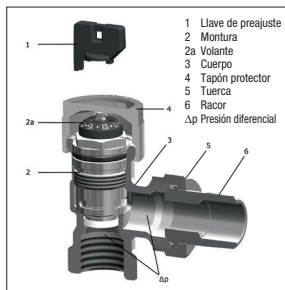
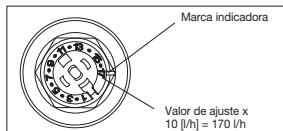

Fig. 2 Construcción de válvula termostática "AQ"
Fig. 3 Ajuste de la válvula termostática "AQ"
El caudal máx. puede ajustarse con la llave de preajuste (fig. 2, pos. 1) (ver 6.2.2)
Con un medidor de caudal conectado, se mide la presión diferencial en el cuerpo de la válvula. Para hacerlo, la montura (pos. 2, fig. 2) se desenrosca utilizando el "Demo-Bloc" y se mide la presión diferencial utilizando el eje de medición de presión diferencial. En cuanto la presión diferencial medida alcanza o supera la presión diferencial Δp_{\min} (ver 4.1), la presión diferencial es suficientemente alta para el control automático de caudal de la válvula. Rosque la montura de nuevo en el cuerpo de la válvula y compruebe si hay fugas.
Ajuste el valor requerido con la llave de preajuste (pos. 4, fig. 2). El ajuste sólo puede realizarse con la llave de preajuste que encaja en el volante (pos. 2ª, fig. 2). Esto previene manipulaciones no autorizadas. El caudal requerido debe estar en línea con la marca indicadora (ver fig. 3). El ajuste se puede fijar en toda la escala y puede modificarse mientras el sistema está en funcionamiento, sin fuga de agua.